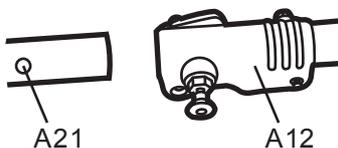

Fig. 2a
**REMARQUE :** utiliser l'extension de perche uniquement avec la tête taille-haie (C) ou la tête d'élagage (D). Elle ne peut pas être utilisée avec la tête de débroussaillage/le coupe-bordure (B).
- Aligner l'extension (A21) sur la bride (A12) de sorte que le trou de l'extension soit orienté vers la goupille de verrouillage (voir Fig. 2a).